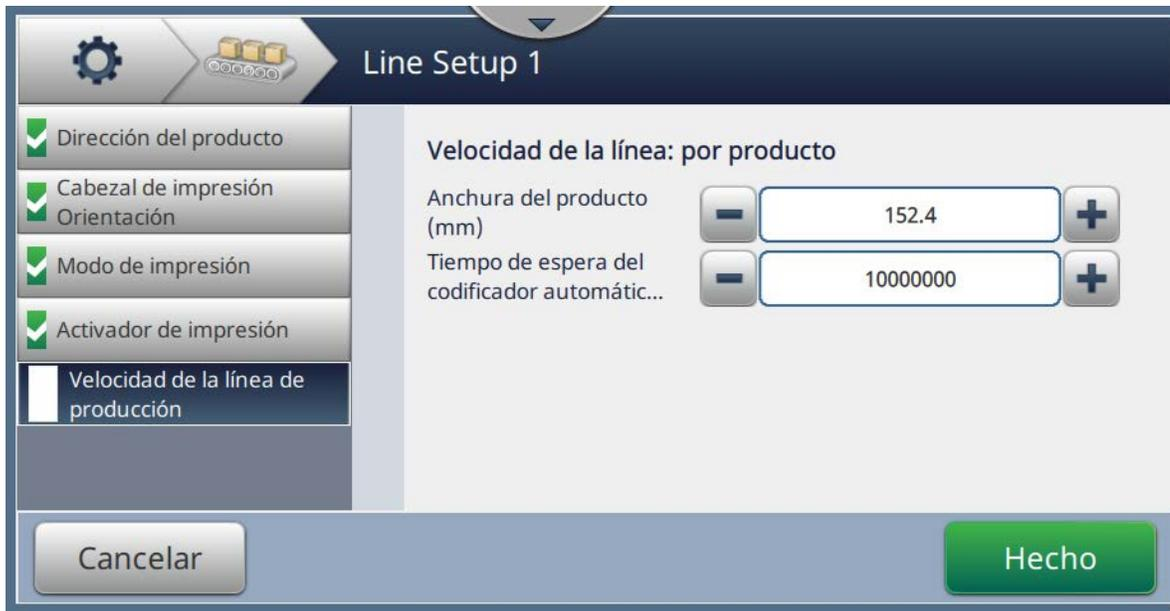

Figura 6-38: Velocidad de la línea: Medido por producto Tamaño/Hora
2. Cambie los parámetros deseados en la pantalla Configuración, como se muestra en la Figura 6-38.